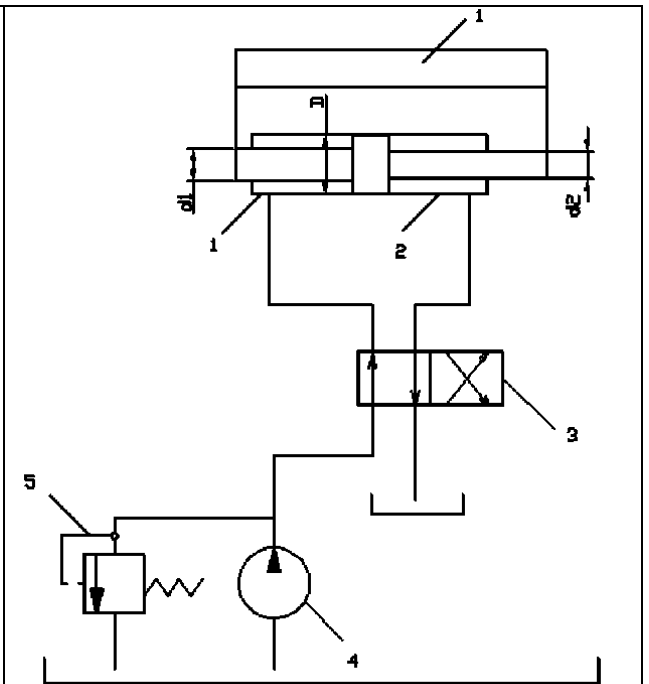

Рисунок 4
4. Гидроцилиндр 2 (рис. 4) с двусторонним штоком одинакового диаметра ( $d_1 = d_2$ ) при давлении масла в рабочей полости  $P = 10$  МПа и противодавлении в сливной полости  $P_{пр} = 0,1$  развивает тяговое усилие  $F = 20$  кН. Уплотнение поршня и штока в гидроцилиндре манжетное. Насос 4 при вращении собственного приводного вала с частотой  $n_n = 1500$  об/мин развивает подачу  $Q_n = 8$  л/мин. Определить пределы регулирования скорости движения поршня гидроцилиндра при изменении скорости вращения приводного вала насоса 4 от 1000 до 2000 об/мин. Принять  $\eta_m = 0,97$ .